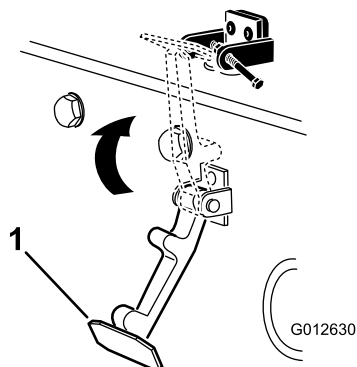

Figura 5
7. Cierre el capó y enganche el cierre en el cerradero del capó (Figura 5).